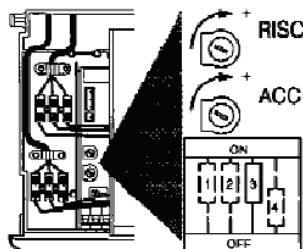

fig. 7.5
Para parar o acendimento deslocar o micro selector "3" fig. 7.5 na posição OFF e agir no potenciómetro "ACC" com uma chave de fendas apropriada até obter um acendimento correcto (consultar a tab. 7.6). Terminada a operação
- 1 Agir com uma chave de parafuso apropriada no potenciômetro de regulação "RISC" fig. 7.5 Rodando o potenciômetro em sentido anti-horário a pressão do gás no queimador diminui.